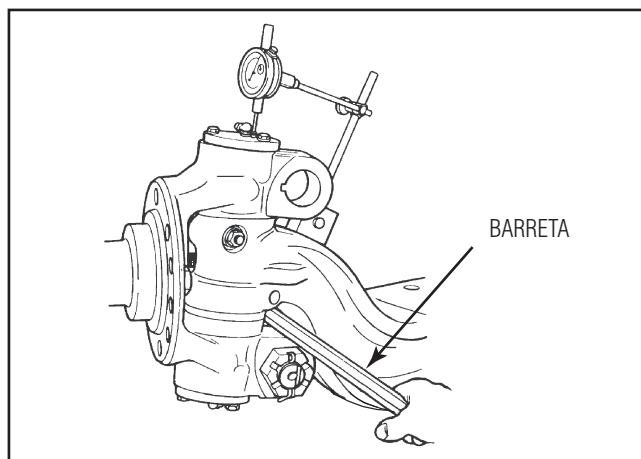

Figura 5
8. Mida el juego vertical. Añada o quite laines hasta que la holgura esté dentro de la especificación para su aplicación. Consulte el Manual de Mantenimiento 2 los procedimientos completos y las especificaciones para revisar el juego vertical. Figura 5.